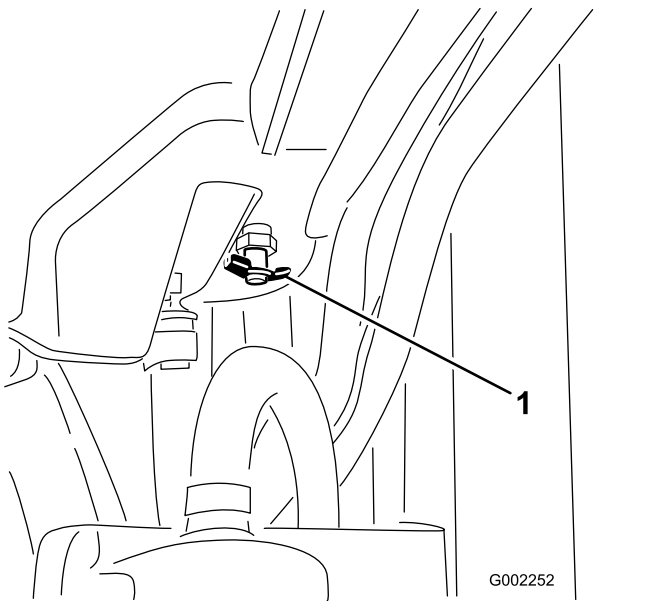

图67
4. 打开排水口图67、将冷却液排到盘中。
5. 关闭排水口 图67。